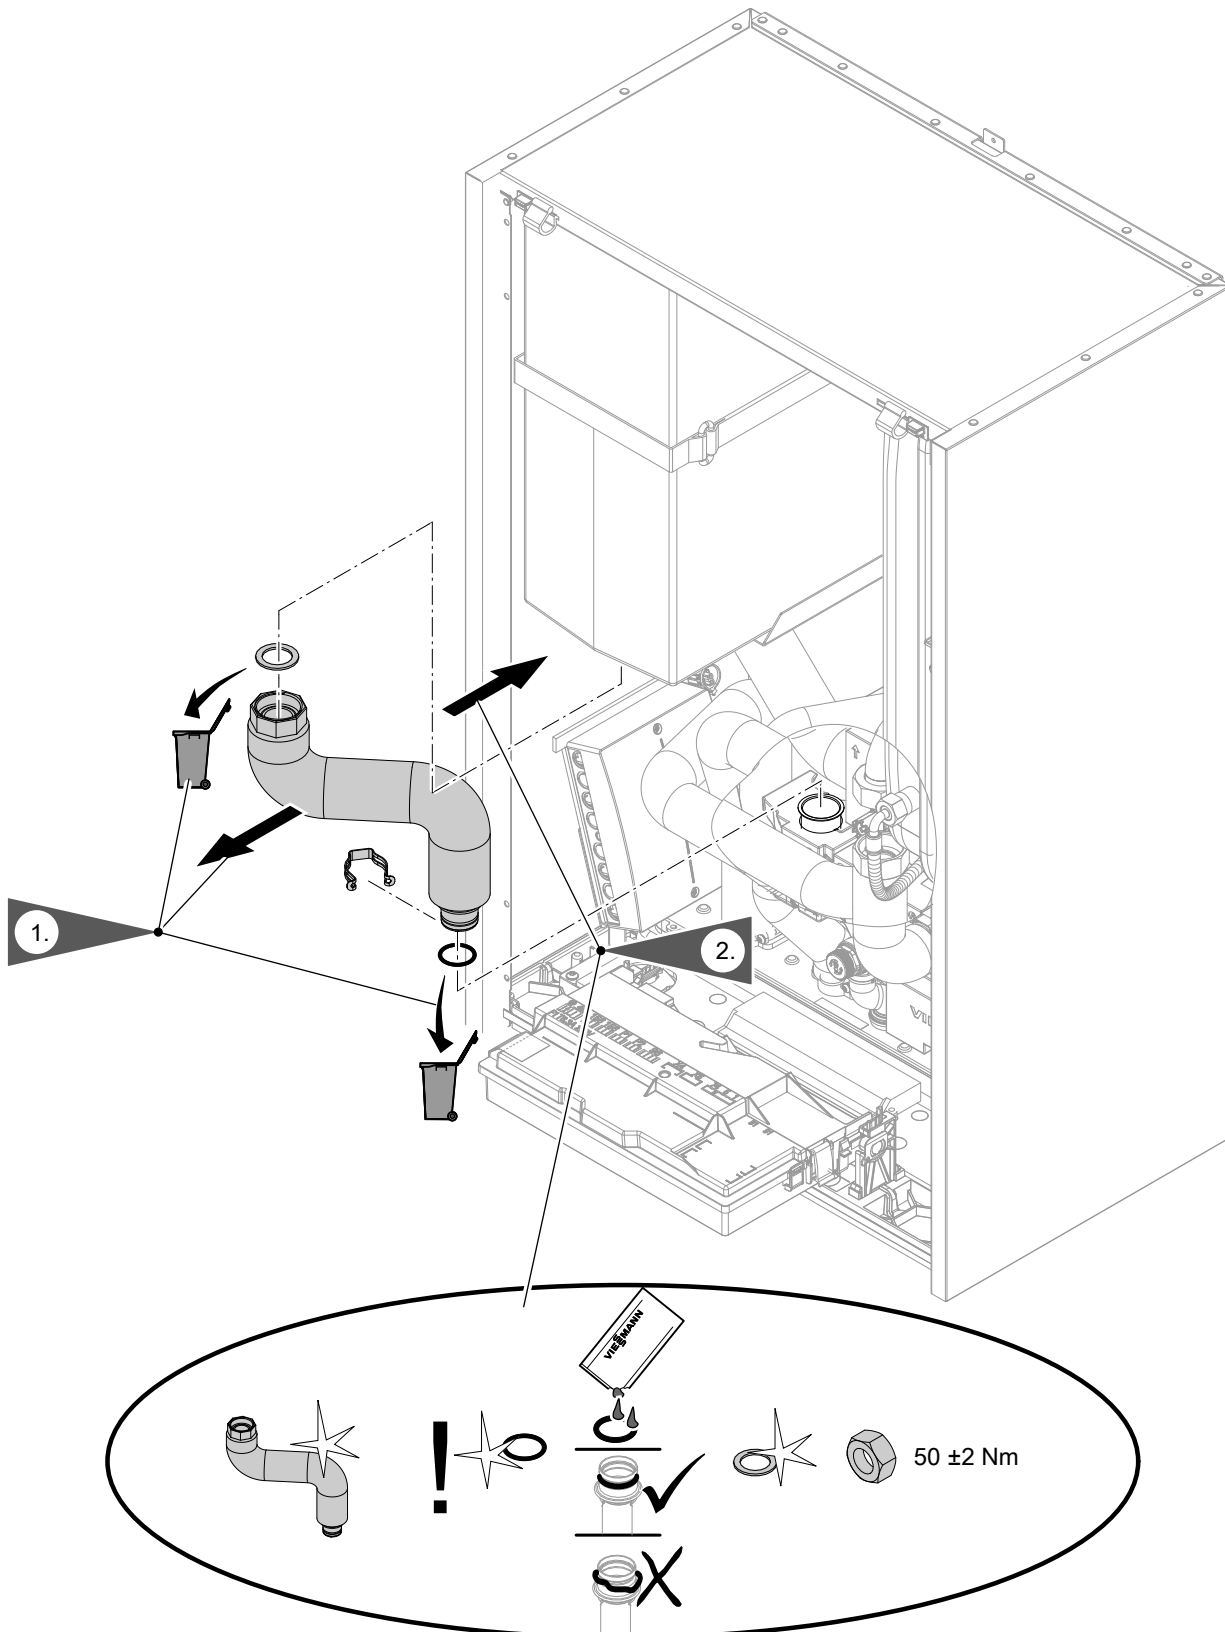
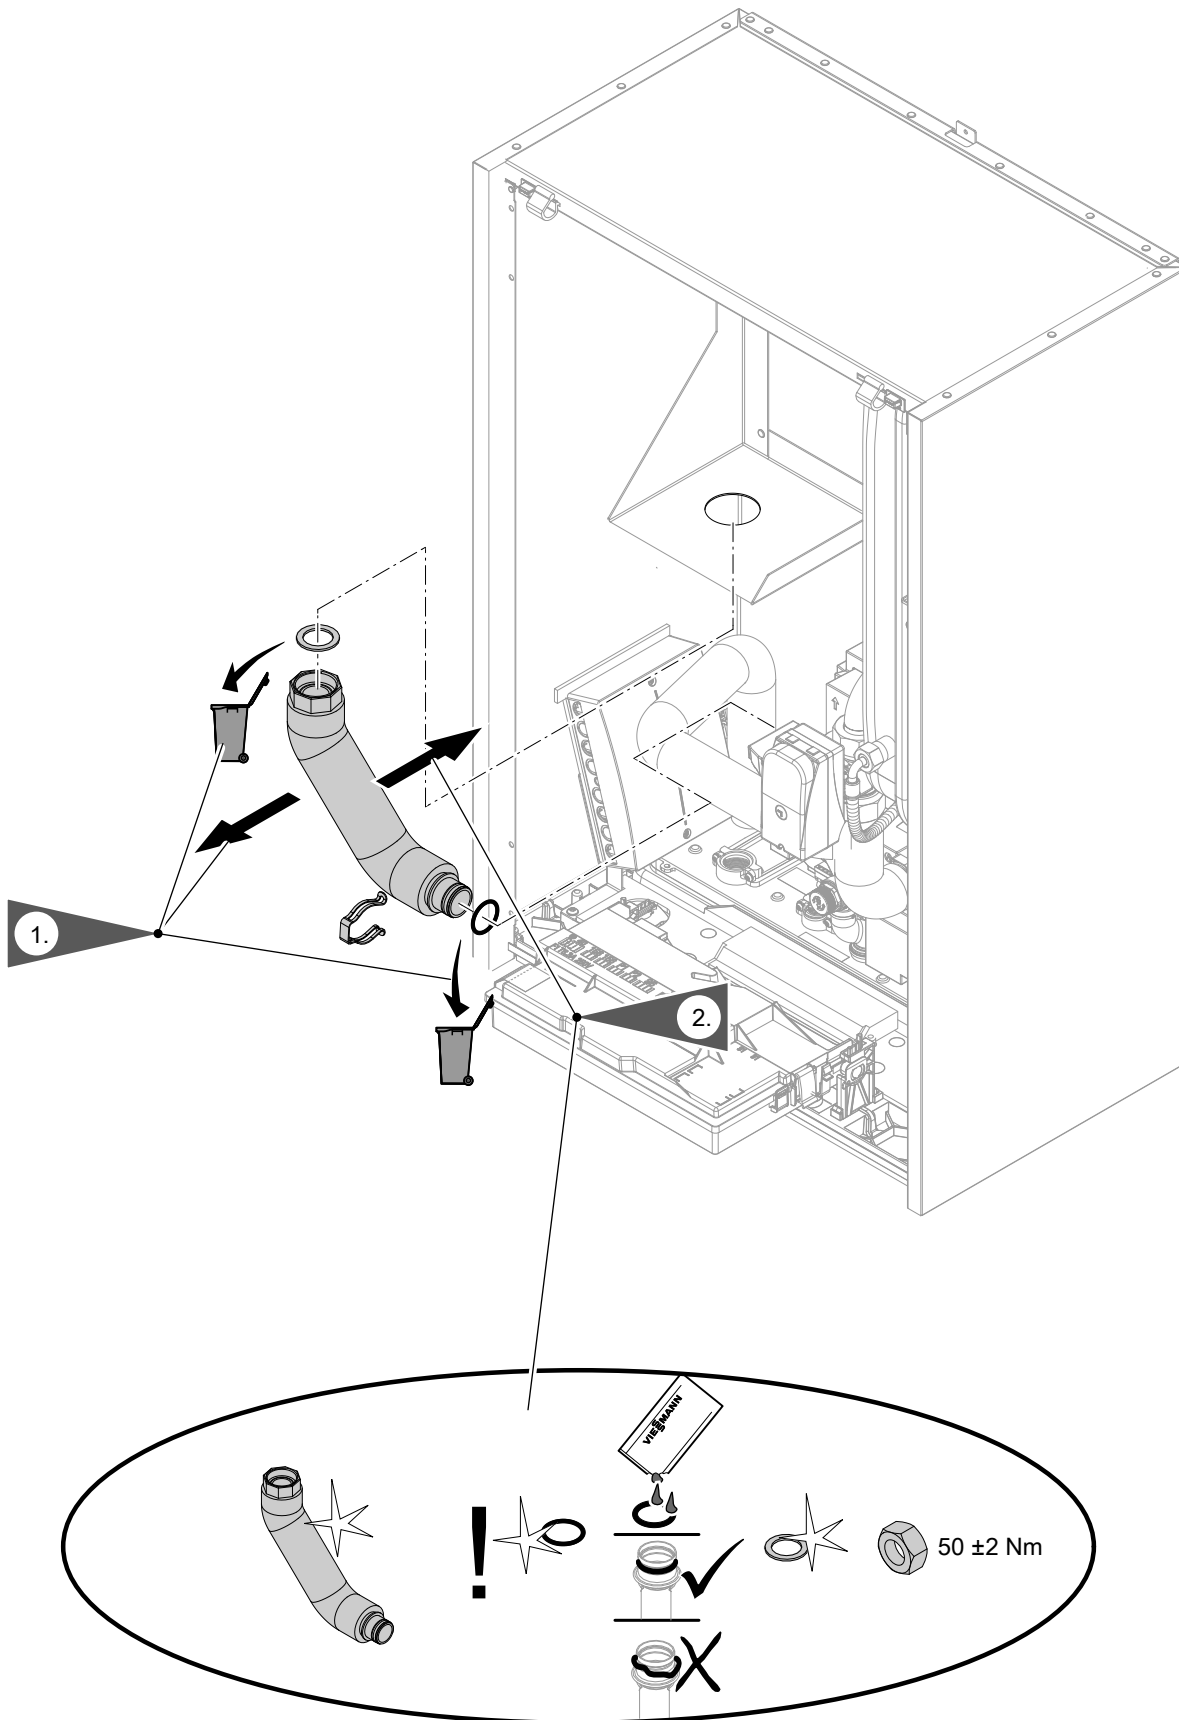

Abb. 90
Abb. 91
- Hydraulische Leitungen: Siehe Abb. 90 bis Abb. 91.